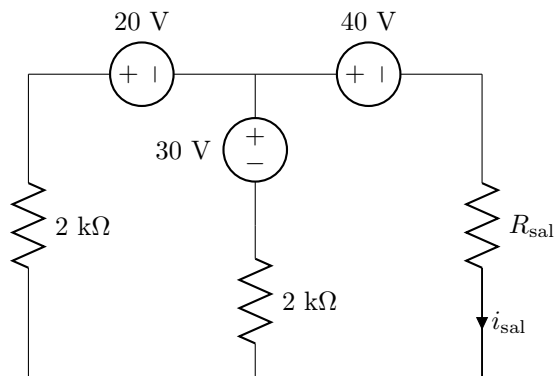

Figura 3.11: Circuito del problema 13.
13. En el circuito de la figura 3.11 se cumple que  $R_{\text{sal}} = 3 \text{ k}\Omega$ . Halla: a)  $i_{\text{sal}}$  y la potencia que absorbe  $R_{\text{sal}}$ ; b) reduce la red a una sola fuente de tensión con una resistencia (además de  $R_{\text{sal}}$ ), para determinar la potencia de  $R_{\text{sal}}$ .